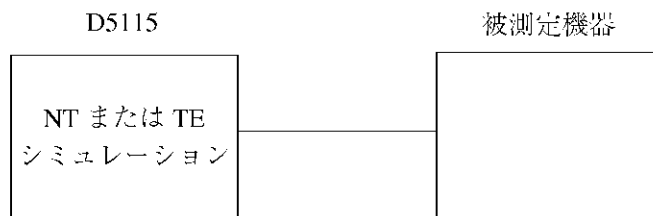

図 4-2 対向試験
- (a) 被測定機器と対向で接続して使用する場合（図 4-2 を参照）